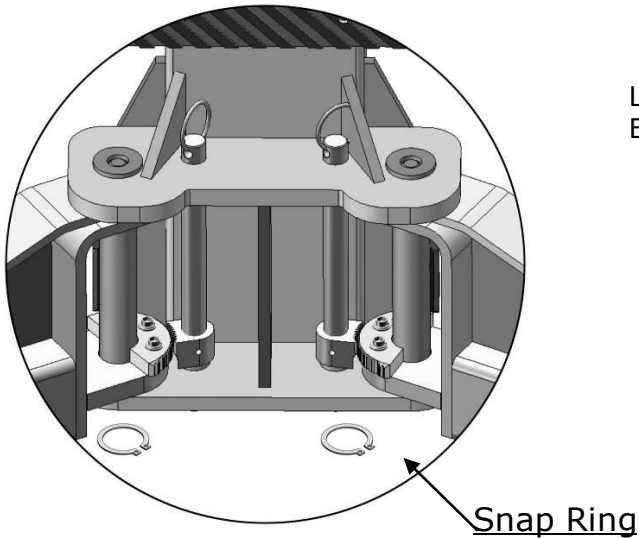

Fig. 30
1. Install lifting arms (**See Fig. 30**).